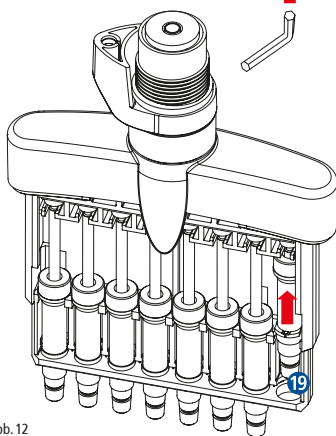
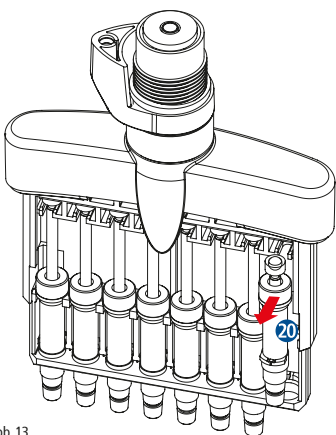

Abb. 12
Abb. 13
- Der Kolbenzylinder 19 wird nach oben geschoben (Abb. 12), die gesamte Kolbeneinheit 20 lässt sich nun einfach nach vorn entnehmen (Abb. 13) und äußerlich mit einer alkoholischen Desinfektionslösung reinigen (z.B. Desderman® Pure Handdesinfektionsmittel von Schülke & Mayr).